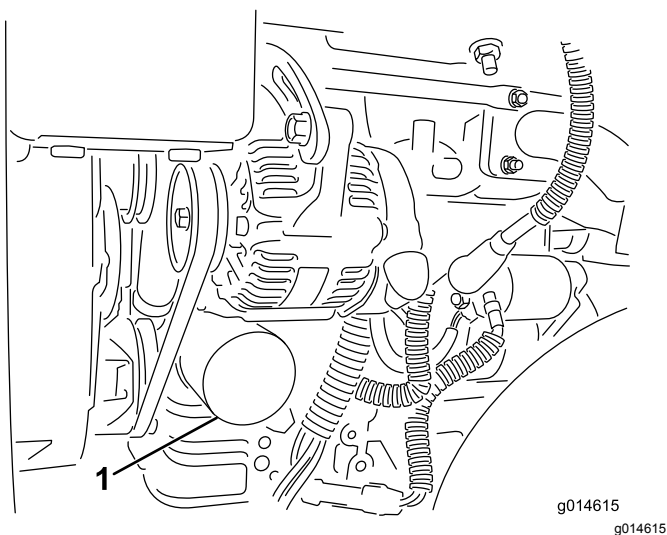

图27
2. 拆下机油滤芯图27。在新的滤芯垫片上涂上薄薄一层干净油。